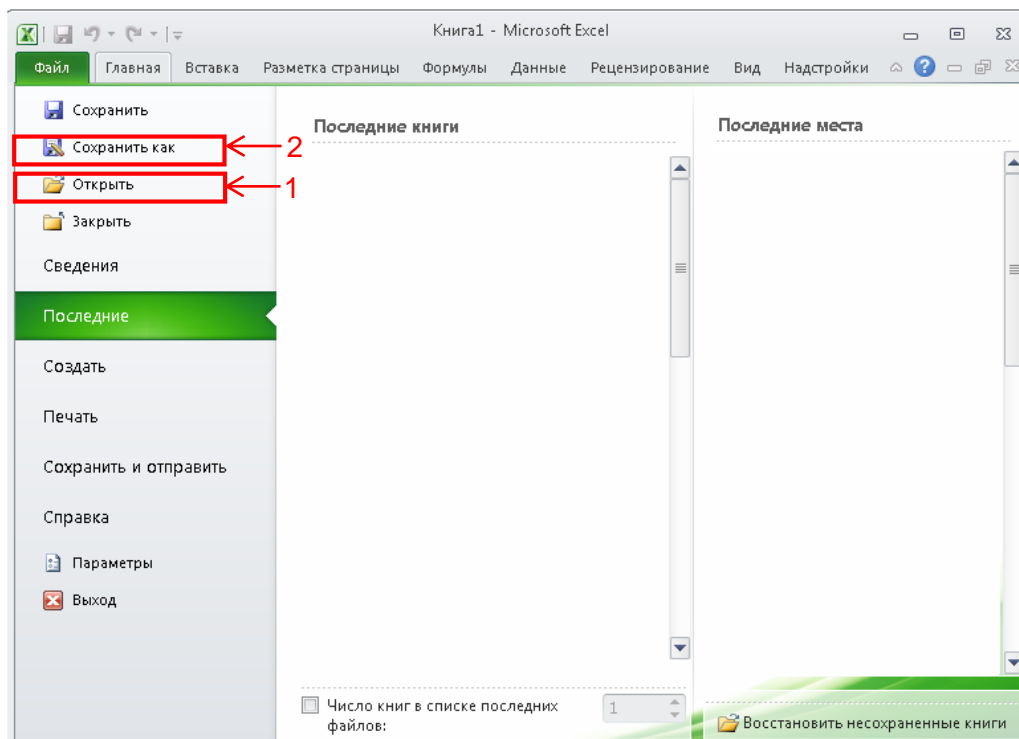
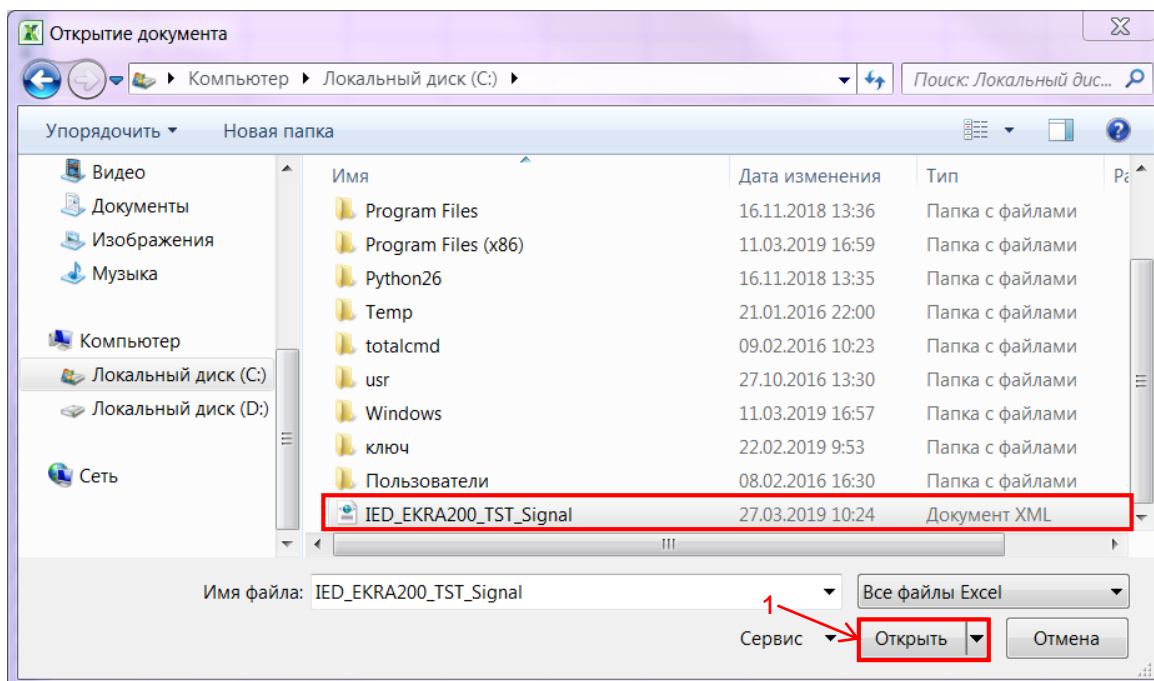
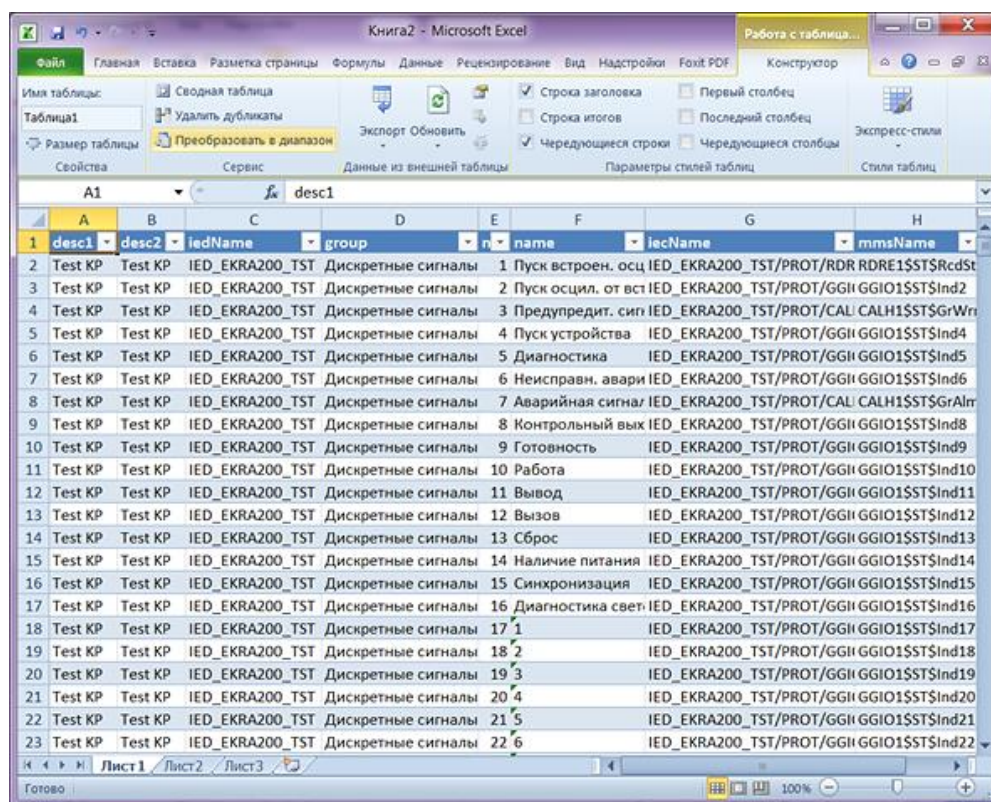
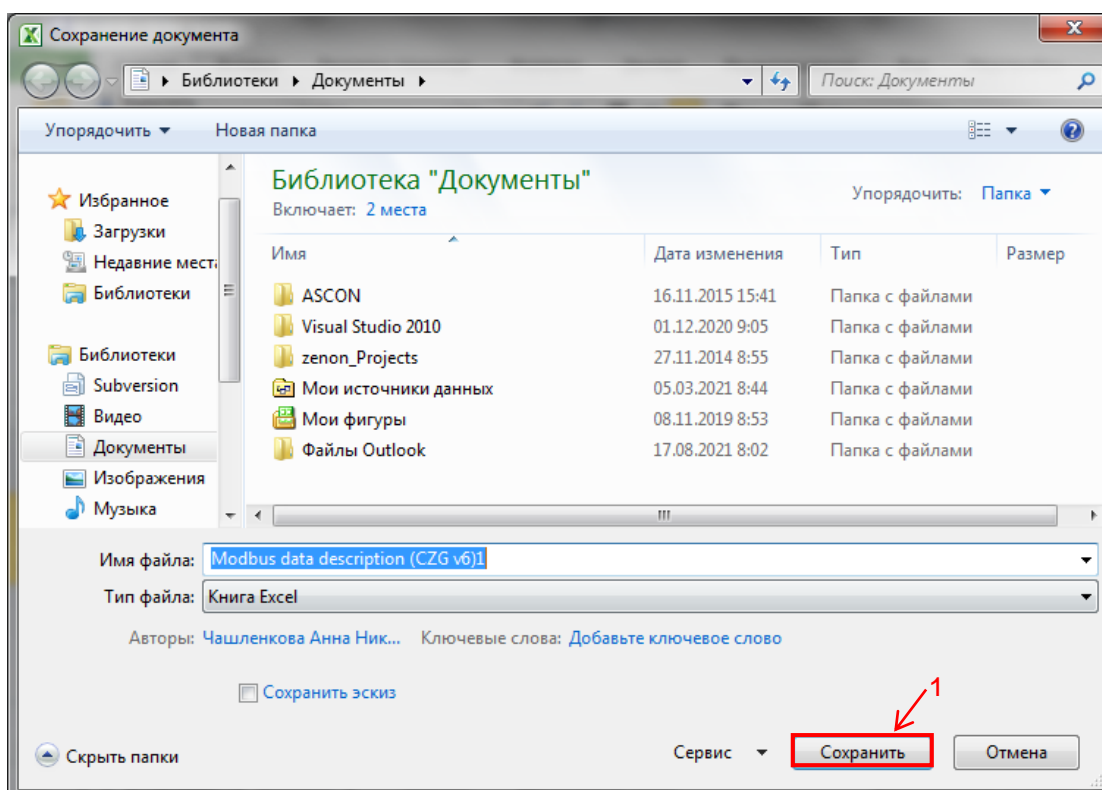

Рисунок 3 – Открытие файла
Рисунок 4 – Открытие документа
Рисунок 5 – Документ Excel
Рисунок 8 – Сохранение документа Excel
2.1.2.4.1 Ознакомьтесь с данным файлом предпочтительнее с помощью программы Microsoft Excel, для этого необходимо запустить программу Excel, в главном меню выбрать **Файл** → **Открыть** (см. рисунок 3, поз. 1) и во всплывающем окне найти желаемый файл в формате *.xml, выделить его и нажать кнопку **Открыть** (см. рисунок 4, поз. 1). После чего XML-документ **будет открыт в программе Excel** (см. рисунок 5).
В главном меню программы Microsoft Excel выбрать **Файл** → **Сохранить как** (см. рисунок 3, поз. 2). Следует выбрать папку, в которую необходимо сохранить файл, затем нажать кнопку **Сохранить** (см. рисунок 8, поз. 1).